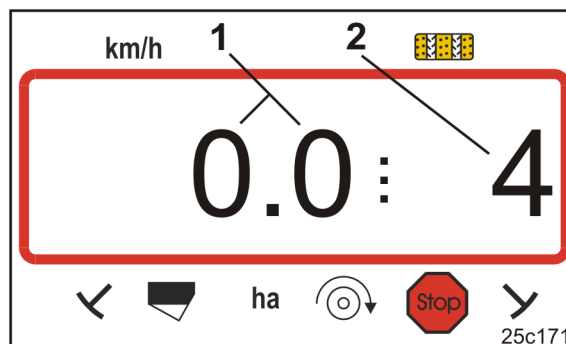

Рис. 22
Первая цифра (Рис. 22/1) отображает скорость движения (0 км/ч).
Вторая цифра (Рис. 22/2) отображает счетчик технологических колес (4).